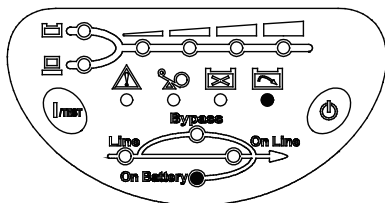

Рис. 4-7 Индикация разряда батареи
**Батарея разряжена** Данная функция оповещает пользователя о величине оставшегося заряда батарей. При разряде батарей более определённого уровня ИБП подаёт звуковой сигнал длительностью 0,5 секунд через каждые 1,5 секунд, пока они не разрядятся полностью. См. рис. 4-7.